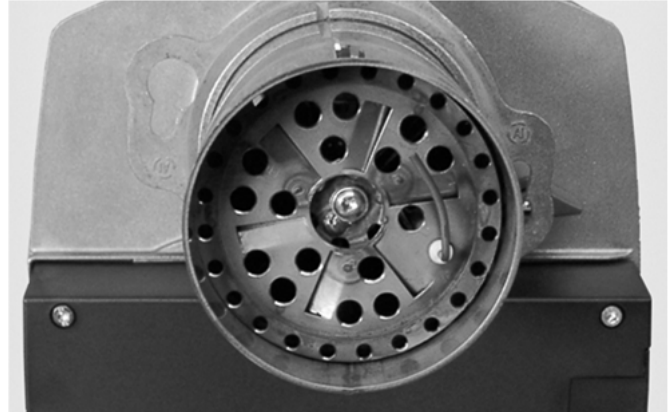

Abb. 18: Position Ionisationselektrode
①	1	88.70140-0160	Stauscheibe
②	1	88.70135-0090	Düsenrohr (Erdgas)
③	1	88.70065-0540	Elektrodenblock
④	1	88.70065-0315	Ionisationselektrode
⑤	1	88.70335-0595	Flammrohr
- ➔ Positionieren Sie die neue Ionisationselektrode gem. Abb. 18.
- ➔ Prüfen Sie die Komponenten ①, ③ und ④ auf eine sorgfältige Befestigung.